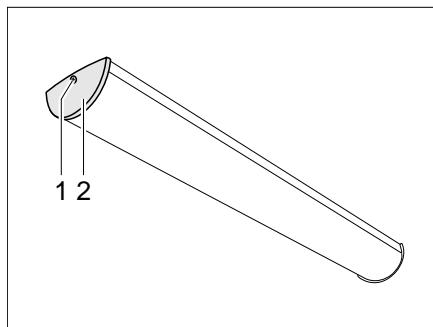

Bild 254 Wohnraumleuchte
- Schraube (Bild 254,1) herausdrehen und Abdeckung (Bild 254,2) abnehmen.